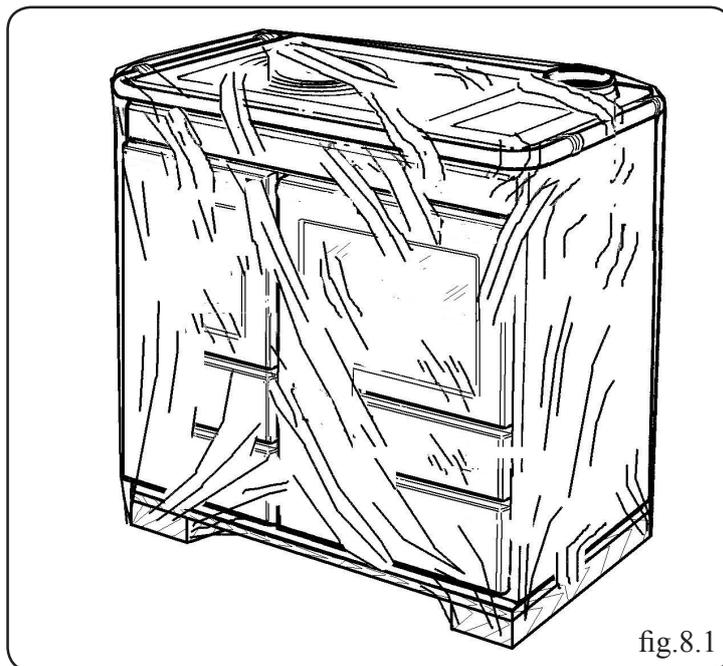

fig.8.1
**E' buona norma avvolgere la termocucina con film di nylon per imballaggio (fig.8.1).**
**It is advisable to wrap the range in a nylon film (fig. 8.1).**